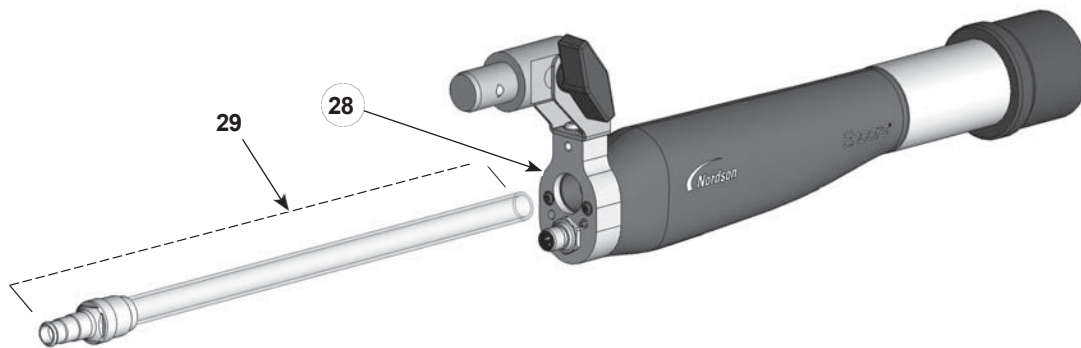

Figura 15 Înlocuirea tubului de pulbere T
19. A se vedea figura 15. Instalați tubul de pulbere (22) în adaptor (30) cu o mișcare de răsucire pentru a introduce tubul dincolo de O-ring-ul intern până când acesta este complet așezat.